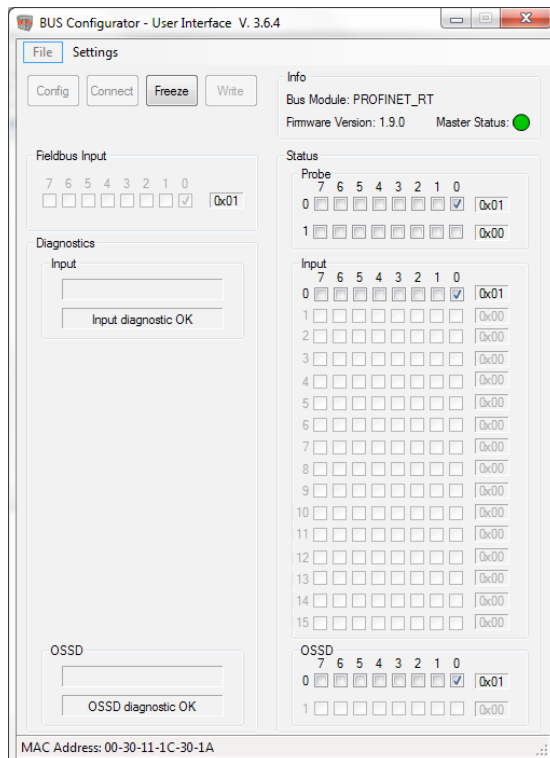

Bild 4: Monitoring BUS Configurator
4. Überprüfen Sie den Status der Ausgänge der MSC mit der Funktion *MONITOR* (Bild 4)